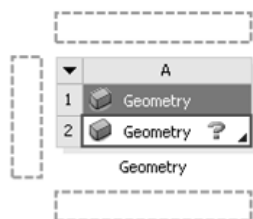
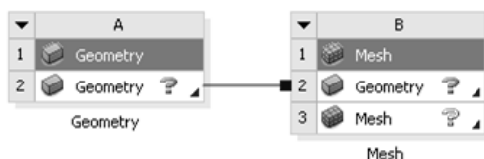

图 1.7.7 放置项目列表
图 1.7.8 创建“Mesh”项目列表
步骤 02 创建“Mesh”项目列表。在 ANSYS Workbench 界面中单击 **Toolbox** 工具箱中 **Component Systems** 区域的 **Mesh** 选项，将其拖动到项目视图区，此时在项目视图区中的“Geometry”项目列表周围出现四个绿色矩形虚线框，将光标移动到“Geometry”项目列表中的 **Geometry ?** 上，此时右侧虚线框变成红色实线框（图 1.7.7），释放鼠标，在“Geometry”项目列表右侧创建一个“Mesh”项目列表，如图 1.7.8 所示。
- ◆ 图 1.7.8 所示的项目列表，在“Geometry”项目列表和“Mesh”项目列表中的 **Geometry ?** 之间的蓝色连线表示这两个项目间共享“Geometry”，即共享几何体。
- ◆ ANSYS Workbench 中的每一个数据都有一个特定的标记，而且在 ANSYS Workbench 很多界面中都会看到。每一个项目列表最上方中间位置用大写字母标记，从 A 开始，之后创建的项目列表依此类推；每个项目列表中的数据用阿拉伯数字标记，从 1 开始，这样就很容易区分项目中的数据。以图 1.7.8 所示的项目列表为例：如“A2”表示的是“Geometry”项目列表中的 **Geometry ?** 数据，“B3”表示的是“Mesh”项目列表中的 **Mesh ?** 数据，图 1.7.7 中右侧红色实线框中出现“Share A2”表示共享“A2”数据，即共享 **Geometry ?** 数据，依此类推。